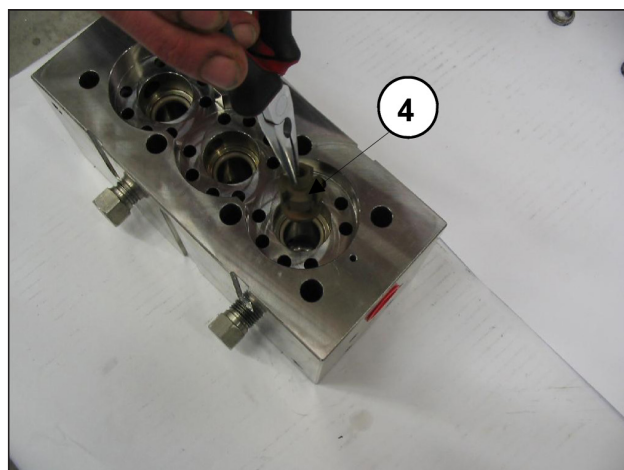
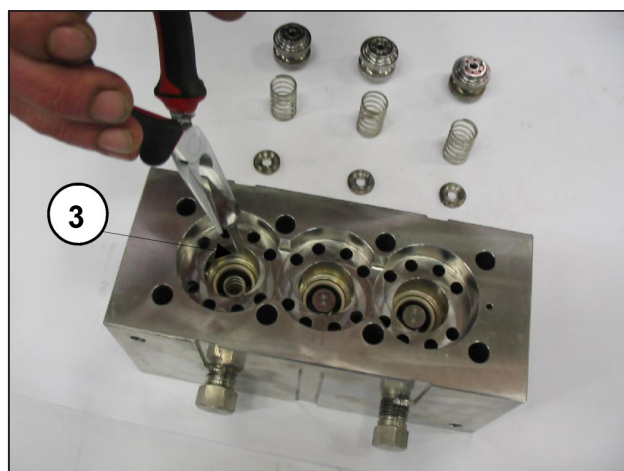

Fig. 26
Fig. 27
- Extraer los platillos de envío ③, las guías ④ y los muelles como se indica en la Fig. 26 y la Fig. 27, controlar el desgaste y sustituirlos si es necesario. En cualquier caso, respetar los intervalos indicados en la tabla "MANTENIMIENTO PREVENTIVO" del capítulo 11 del **Manual de uso y mantenimiento**.